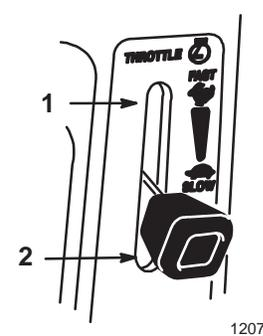

Figure 5
5. Mettre la manette des gaz en position “RAPIDE” (Fig. 5).
7. Lorsque le moteur a démarré, ramener lentement la manette de starter en position dégagée (Fig. 5). Si le moteur hésite et s’apprête à caler, ramener la manette de starter en position engagée durant quelques secondes. Mettre ensuite la manette des gaz dans la position souhaitée.
1. Mettre la manette des gaz en position “LENT” (Fig. 5).